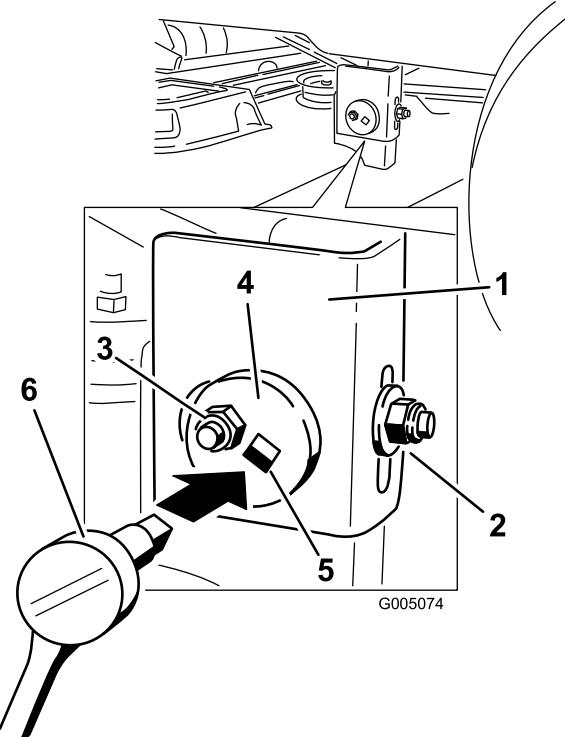

Figura 36
- Vaya al lado izquierdo de la máquina. Afloje, pero no retire, la tuerca de bloqueo trasera de la pletina de suspensión (Figura 36).
- Afloje la tuerca de bloqueo lateral de la pletina de suspensión lo suficiente para poder ajustar la placa excéntrica (Figura 36).
- Cuando la carcasa esté en la posición deseada, apriete la tuerca de bloqueo lateral de la pletina de suspensión para fijar la posición nueva (Figura 36).